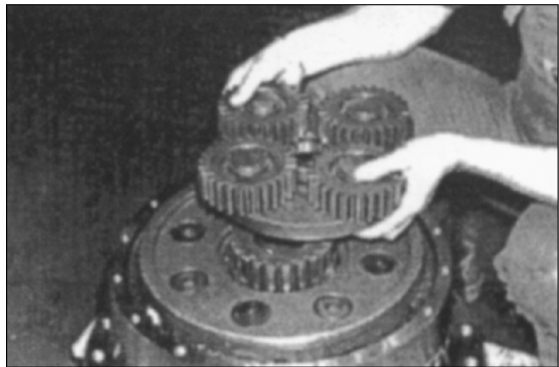

Рис. 83
21. Снимите второй блок планетарных шестерен. Рис. 83.